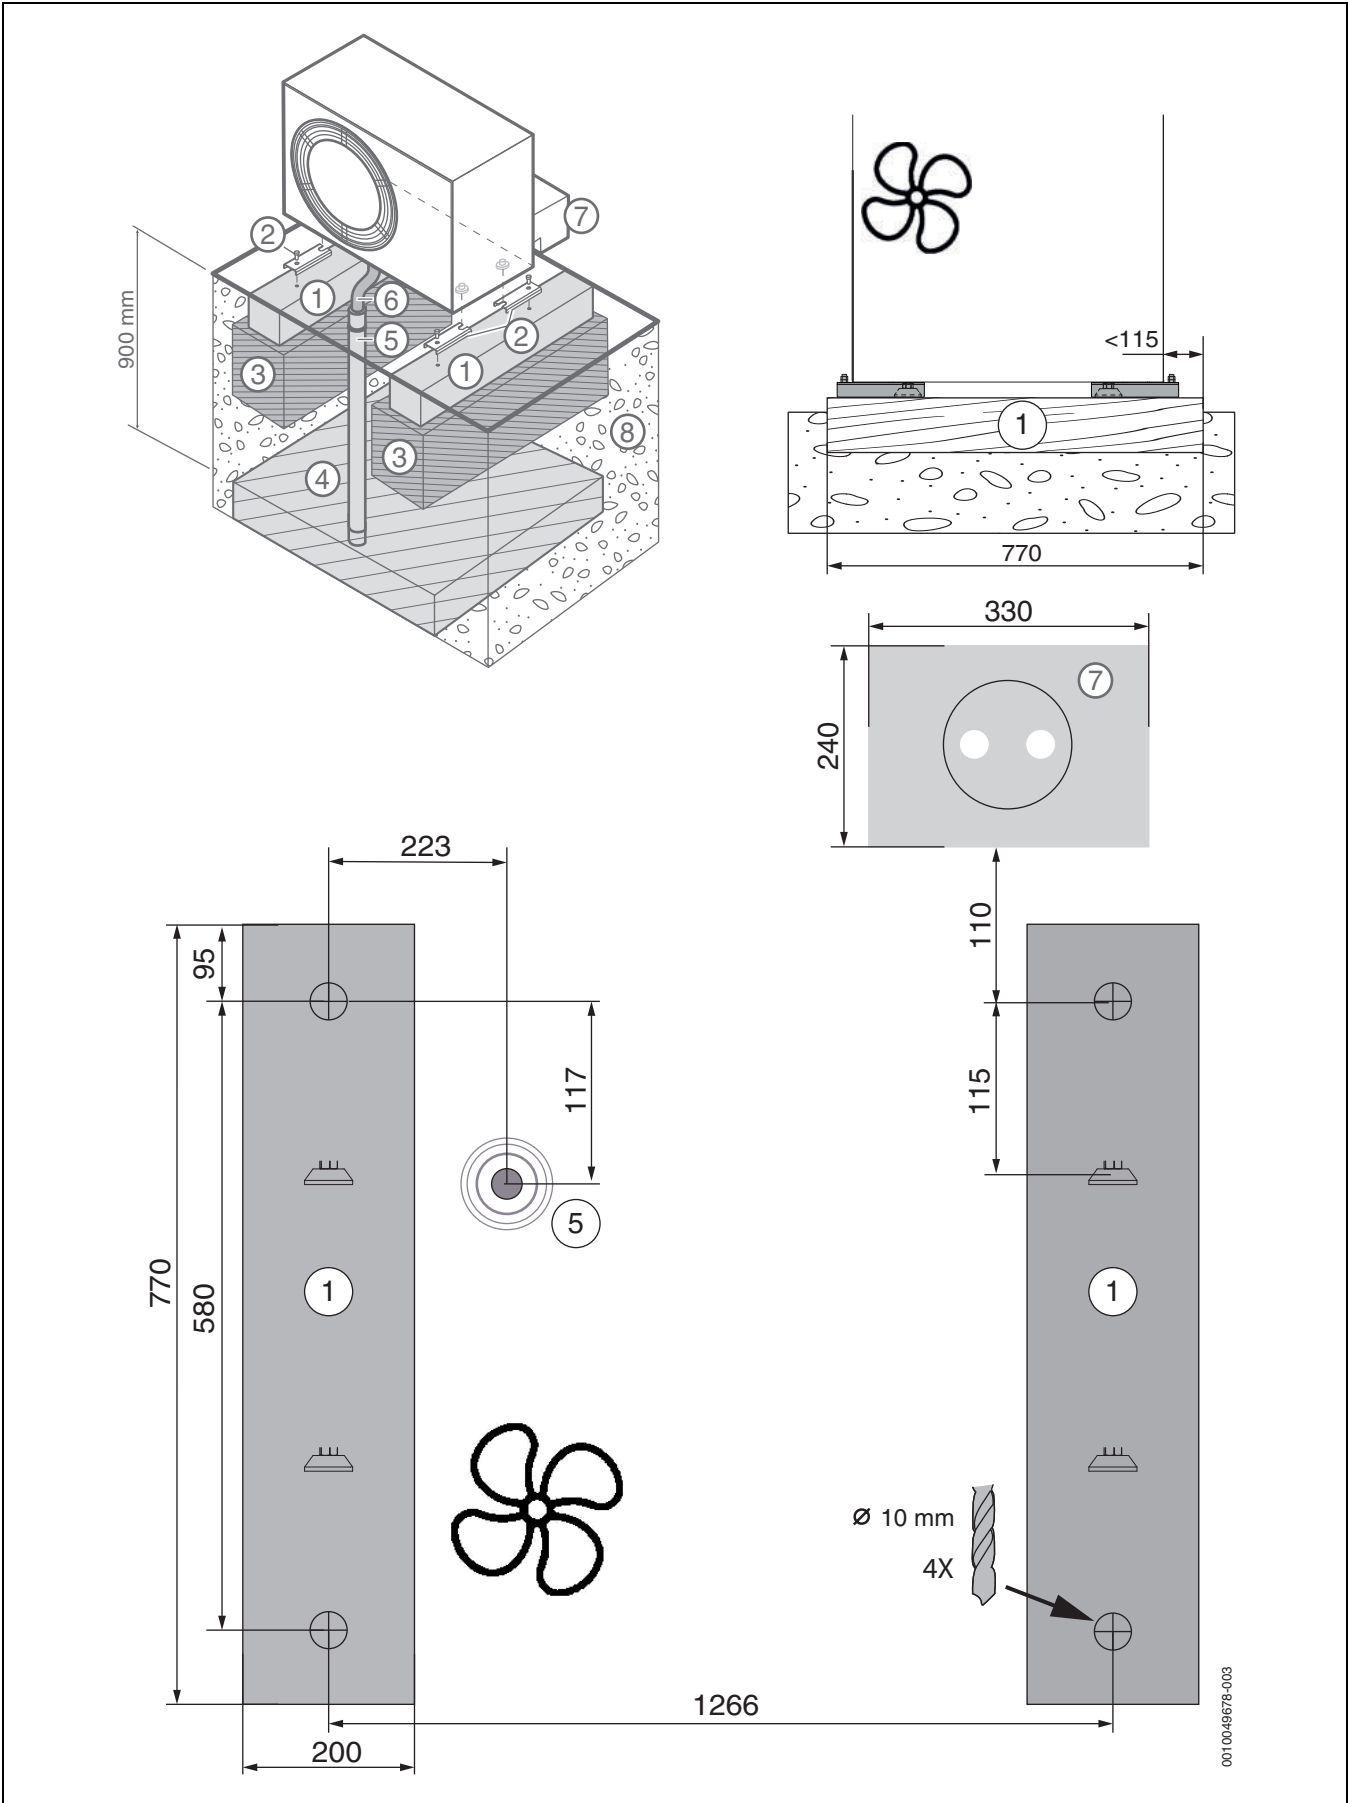
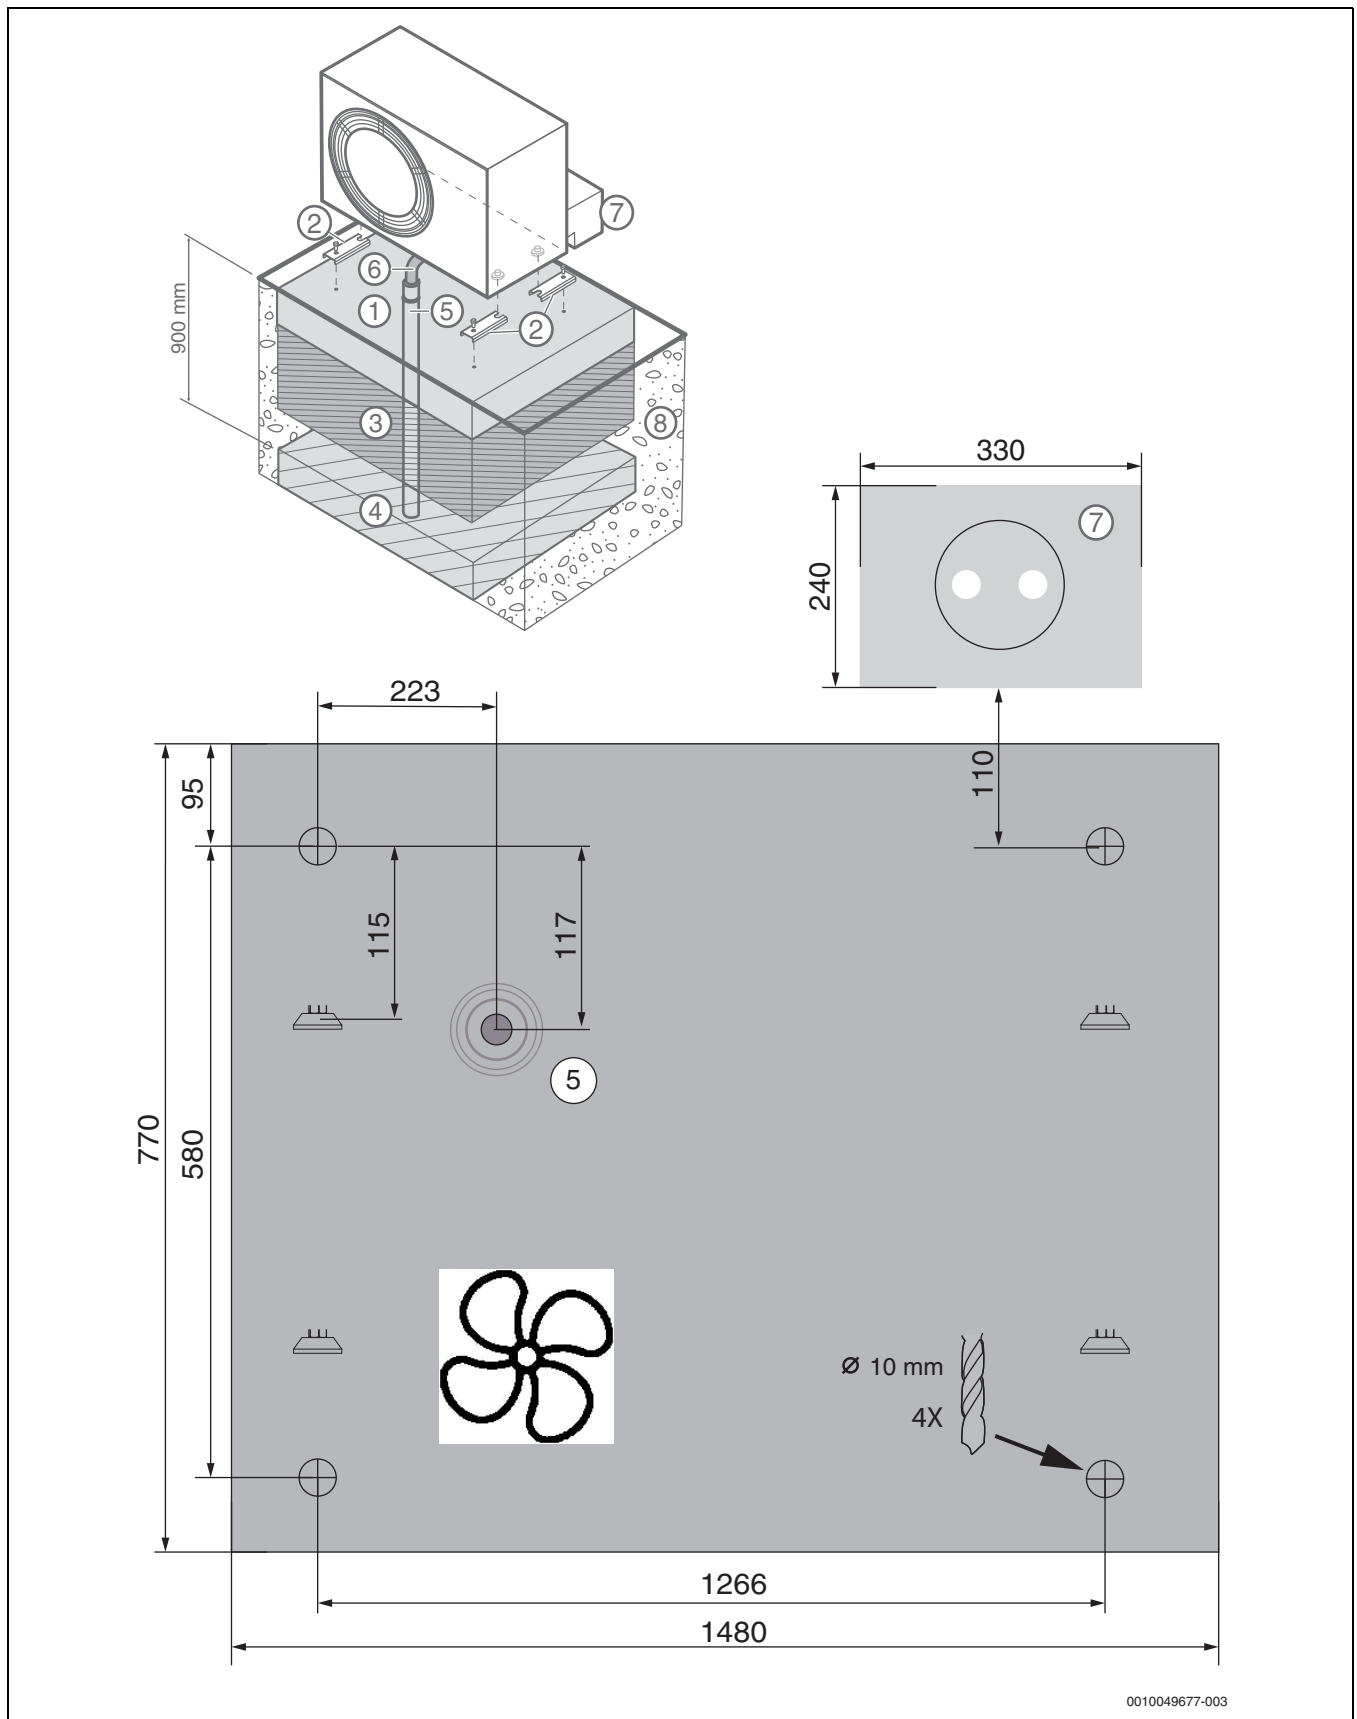

Bild 21 Fundamentplan, Alternative 1
Bild 22 Fundamentplan, Alternative 2
**Legende zu Abb. 21 und Abb. 22:**